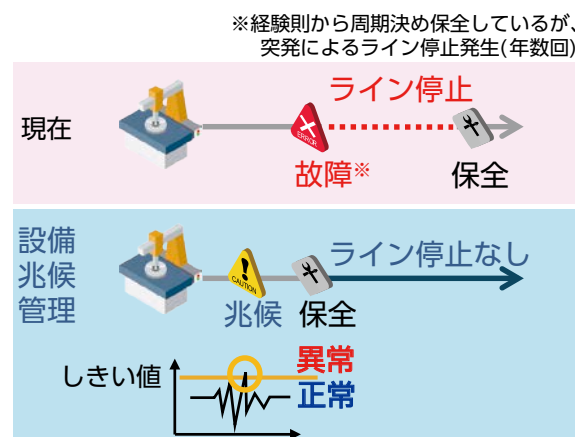

図1 設備故障の予知
- ・ケース1. 設備故障の予知：設備異常の兆候を早期発見し、故障を未然防止することで可動率の向上に貢献する（図1）。
Fig.1 predictive maintenance